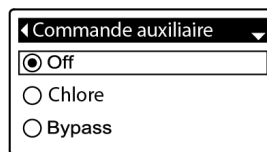

**FIG.73**
1. Depuis n'importe quel écran d'état séquentiel, appuyez sur SELECT (O) pour afficher le **Menu principal**.
3. Appuyez sur SELECT (O) pour afficher le menu Réglages avancés.
5. Appuyez sur SELECT (O) pour afficher le menu Fonctions spéciales (Figure 73).
9. Appuyez sur SELECT (O). L'affichage reviendra au menu Fonctions spéciales (Figure 73).